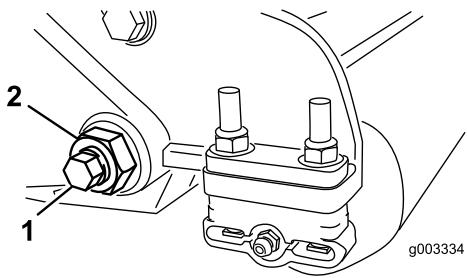
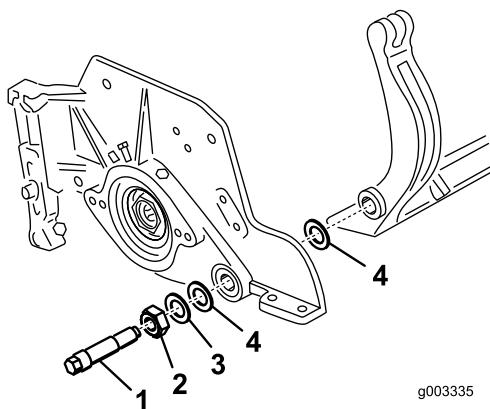

Figura 30
Figura 31
- Su ciascun lato della macchina, allentate il dado di bloccaggio che fissa il bullone della barra di appoggio (Figura 30).
- Togliete ciascun bullone della barra di appoggio consentendo alla barra di appoggio di essere tirata verso il basso e rimossa dal bullone della macchina (Figura 30). Considerate 2 rondelle in nylon e 1 rondella in acciaio stampato su ciascun lato della barra di appoggio (Figura 31).
- Fissate la barra di appoggio su ciascuna piastra laterale mediante gli appositi bulloni (dadi sui bulloni) e 6 rondelle. Una rondella in nylon deve essere posizionata su ciascun lato della flangia di estremità della piastra laterale. Posizionate una rondella in acciaio all'esterno di ciascuna rondella in nylon (Figura 31). Serrate i bulloni a 37-45 Nm. Serrate i dadi di bloccaggio finché la rondella in acciaio esterna non cesserà di ruotare e il gioco di estremità verrà eliminato, ma non serrate eccessivamente o